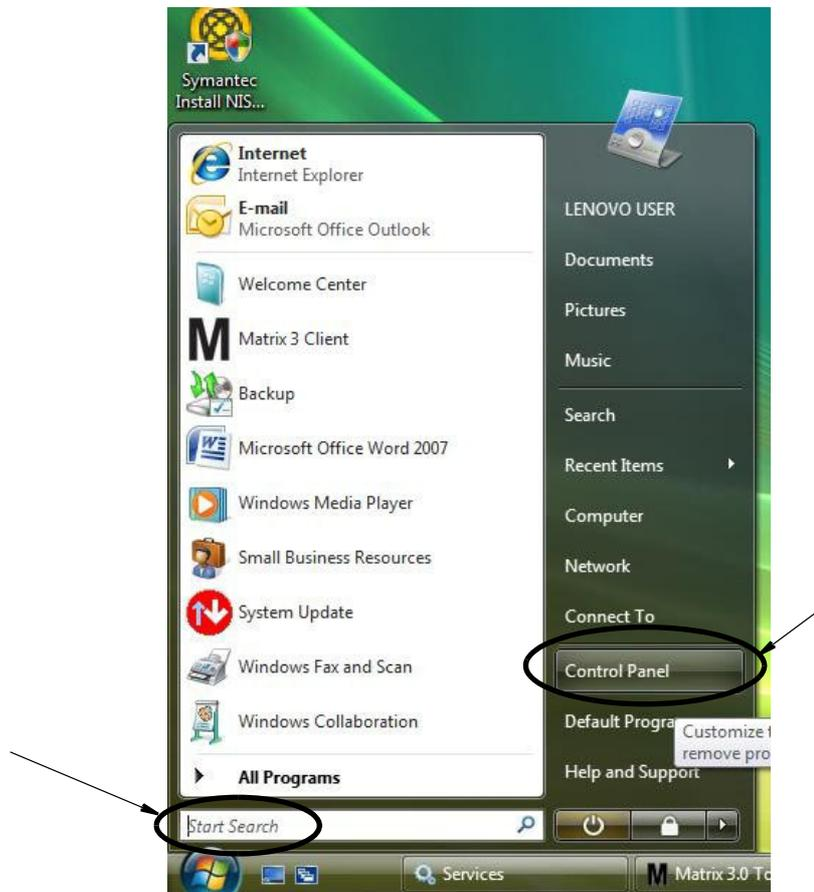

FIG. 32
1. Sul desktop di Windows Vista selezionare Start Cerca / Pannello di controllo (FIG. 32).